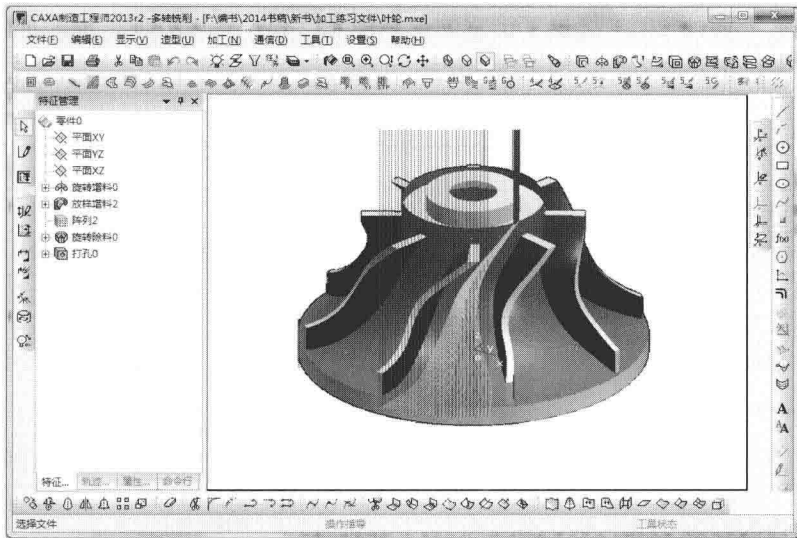

图 1-4 多轴加工
- 多轴加工:4~5 轴加工模块提供曲线加工、平切面加工、参数线加工、侧刃铣削加工等多种 4~5 轴加工功能。标准模块提供 2~3 轴铣削加工。4~5 轴加工为选配模块,如图 1-4 所示。